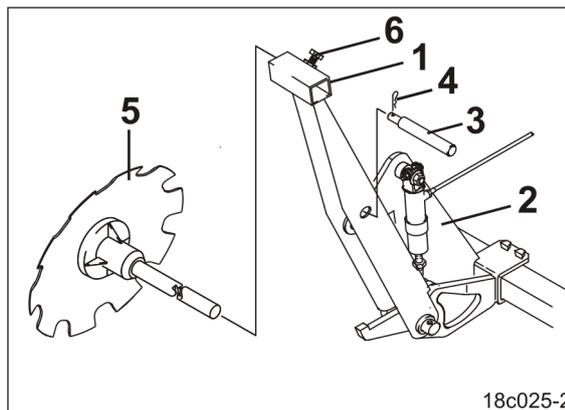

Рис. 213
2. Закрепите опору маркировочного диска (Рис. 213/1) в транспортировочных креплениях (Рис. 213/2).
3. Застопорите палец (Рис. 213/3) пружинными фиксаторами (Рис. 213/4).
4. Ослабьте крепежный болт (Рис. 213/6).
5. Извлеките маркировочный диск (Рис. 213/5) из опоры маркировочного диска (Рис. 213/1) и возите его с собой в подходящем месте для хранения.